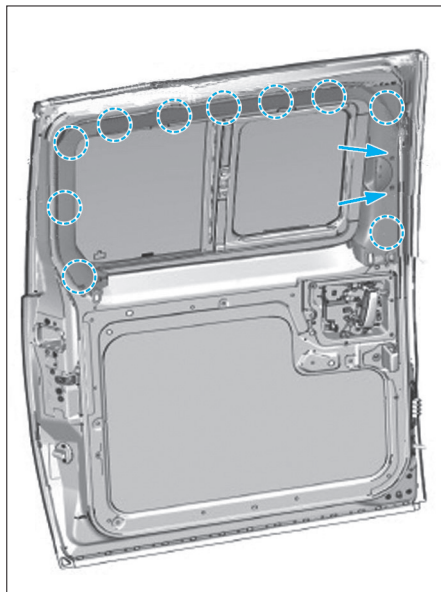

Fig. 36
- Dégrafer dans l'ordre suivant (Fig.36) :